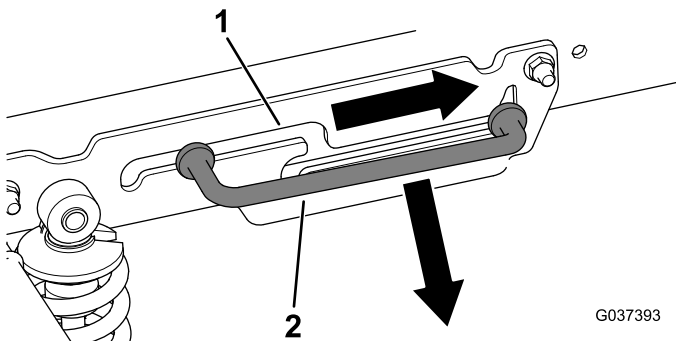

Figura 3
3. Deslize a barra de apoio para fora da ranhura de bloqueio e retire a barra de apoio (Figura 3).